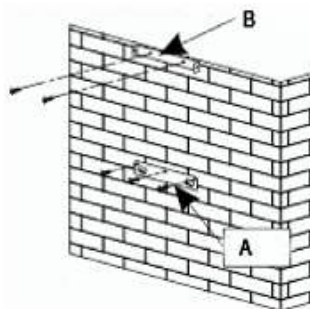

fig. 3
- Tracez sur le mur les 3 trous que vous devez percer en utilisant le crochet de suspension de la hotte fourni et en respectant la distance conseillée (fig. 3).
- Fixez le support de fixation de la hotte en veillant à ce qu'il soit parfaitement de niveau (fig. 3).
- Calculez la hauteur finale pour fixer l'étrier en U de support de la cheminée (fig. 3).
- Percez les 2 trous de 8mm et fixez l'étrier de support de la cheminée en faisant attention qu'il soit bien dans l'axe de la hotte (fig. 3).
- Calculez la hauteur finale pour fixer l'étrier de support de la cheminée. (fig. 3).
- Percez les 2 trous de 8mm et fixez l'étrier de support de la cheminée en faisant attention qu'il soit bien dans l'axe de la hotte. (fig. 3).